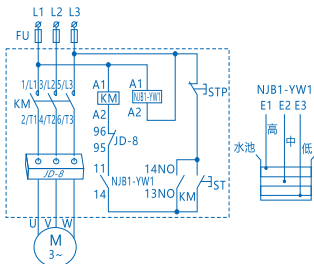
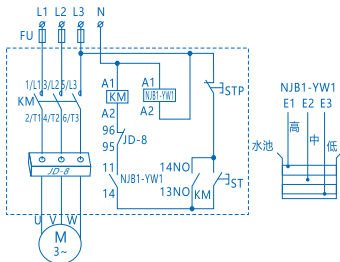
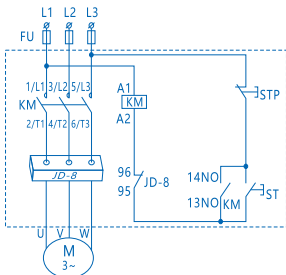
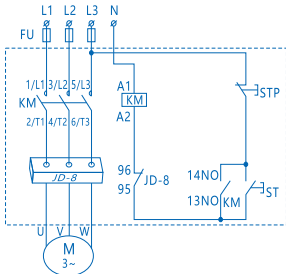

图2 NJBK5-10控制器控制电路与主电路电压相同为AC380V时接线图
图3 NJBK5-10控制器主电路电压为AC380V，控制电路电压为AC220V时接线图
图4 NJBK5-10D控制器控制电路与主电路电压相同为AC380V时的接线图
图5 NJBK5-10D控制器主电路电压为AC380V，控制电路电压为AC220V时的接线图
6.1 NJBK5-10控制器的接线图：见图2、图3；NJBK5-10D控制器的接线图：见图4、图5。
- 本控制器出厂时，控制电路的接线均已接好，用户只需按接线图将虚线部分的主电路进、出线接好即可；控制器内液位继电器三条检测电极E1、E2、E3，用户需按高、中、低位置安装于被控制水池中，端头部分应导电性良好（控制器的接线图见图2～图5或见控制器盖内壁的接线图）。